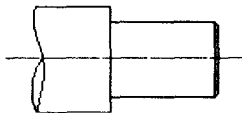

图 3-4
Step 4 倒角处理。单击  按钮对图形进行倒角处理。使用直线工具补作直线,如图 3-4 所示。
Step 5 单击~按钮作曲线,如图3-4所示。